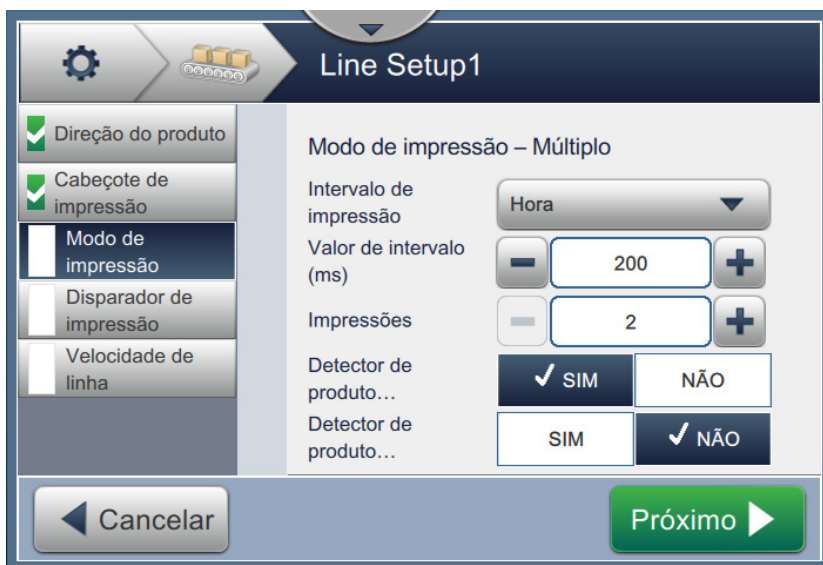

Figura 6-31: Modo de impressão – Múltiplo
2. Altere os parâmetros na tela Configurações, toque no botão  para definir o modo, como mostra Figura 6-31.